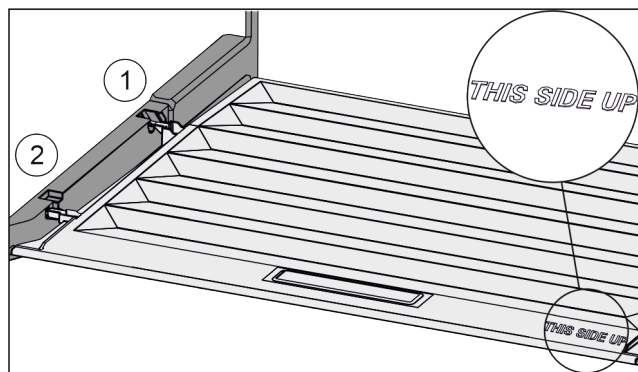

Fig. 89
- ▶ 从后部固定支架 Fig. 89 (1) 开口导入桥形接片并卡入固定支架 Fig. 89 (2) 的前端。